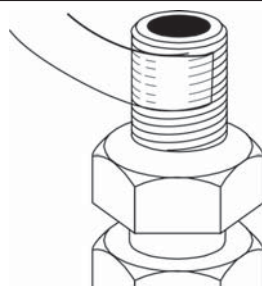

Figura 3
- Envuelva un pedazo de cinta de PTFE de 3 pulgadas (7,62 cm) de largo hacia la derecha alrededor de las roscas macho de los accesorios. Envuélvalo apretadamente para que entre en las roscas del accesorio y se superponga por lo menos 1/2 pulgada. (Figura 3)